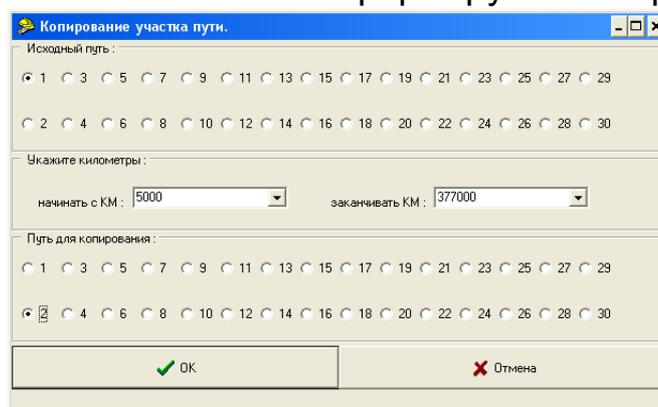

Рисунок 2.18
- в открывшемся окне (рисунок 2.18) укажите: